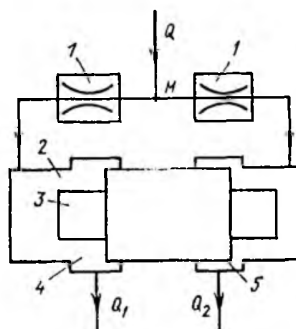

Рис. 6.
4. Составьте описание принципа действия делителя потока (рис.6).